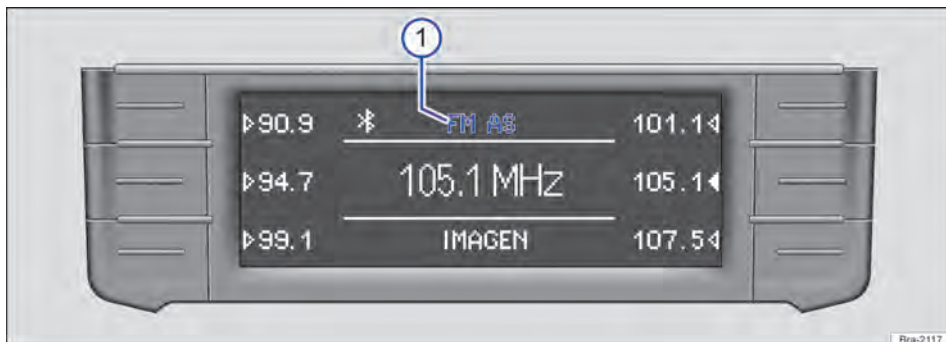

Fig. 153 Menu principal RADIO: são exibidas as faixas de frequências e os níveis de memória.
A faixa de frequências atualmente selecionada é exibida acima da exibição da estação → Fig. 153 ①.